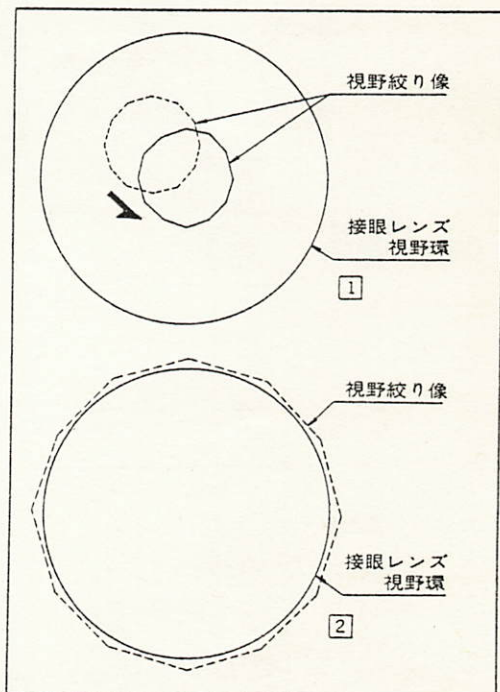

図 30
- ③照明光の熱による標本の変質、又は生体の死滅などを極力防止したいときには、断熱フィルタを本体フィールドレンズの上に乗せて使用します。(フィルタ外径45mm)
(2) コンデンサの心出し
- ①コンデンサのターレットの位置を0にし、対物レンズは10×にします。
②ベース部の視野絞り環により、最小に絞り、コンデンサ上下動ハンドルを操作して視野絞りを標本面に結像させます。
③視野絞りが接眼の視野に対して偏心しているときは、コンデンサ心出しねじで同心となるよう調節します。
④対物レンズを40×に切り替え、視野絞りの像が図30のように、接眼レンズの視野とほぼ同じになるように絞りの大きさを調節します。偏心している場合は、コンデンサ心出しねじで正しく心出しします。